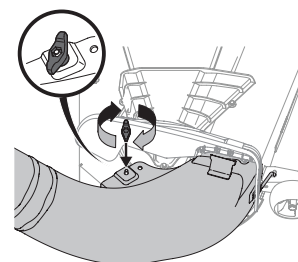

Figura 23
- Fije la bota en la plataforma de corte usando una perilla de aletas (720-04122) a partir de el paquete de herrajes 689-01419. Consulte la Figura 23.